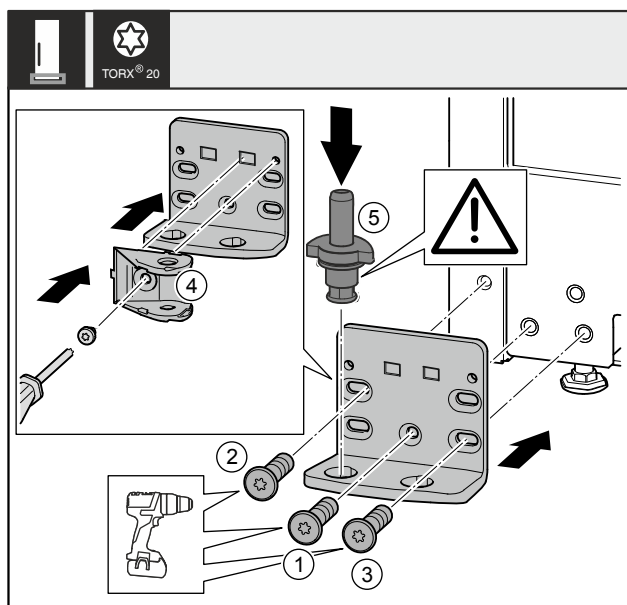

Fig. 37 *
- Nasadte stojan ložiska na druhé straně a přišroubujte pomocí šroubováku. Začněte šroubem Fig. 37 (1) dole uprostřed.*
- Utáhněte šroub Fig. 37 (2) a šroub Fig. 37 (3)*
- Spojení tlumiče zavírání Fig. 37 (4) otočte o 180°. Šroubovákem přišroubujte na druhé straně stojanu ložiska.*
- Zcela vložte ložiskový čep Fig. 37 (5). Přitom dávejte pozor, aby zajišťovací vačka směřovala dozadu.*